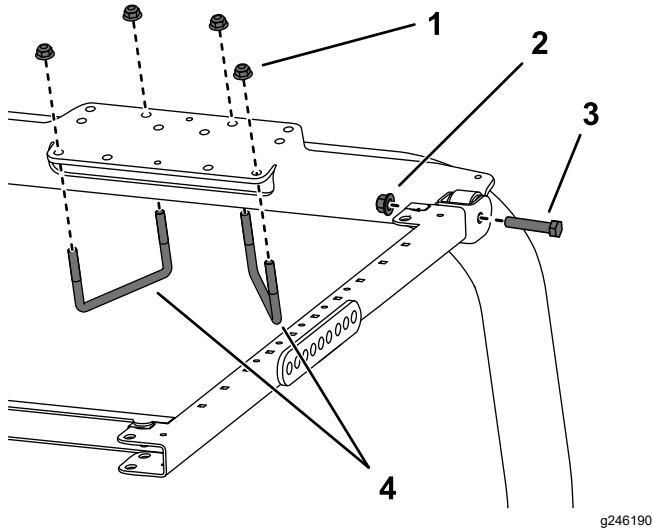

Figure 42
1. Placez les supports du ROPS au sommet de l'arceau de sécurité du groupe de déplacement (Figure 42). Centrez bien l'arceau de sécurité dans le support du ROPS.
2. Utilisez les trous indiqués à la Figure 42 pour fixer le support du ROPS au sommet de l'arceau de sécurité à l'aide de 2 étriers filetés (4 1/2" x 2 3/4") et de 4 écrous à embase.